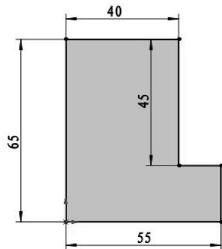

图 3-17 绘制草图
- 绘制如图3-17所示的旋转剖面图，完成后单击【退出草图】按钮，退出草绘模式。